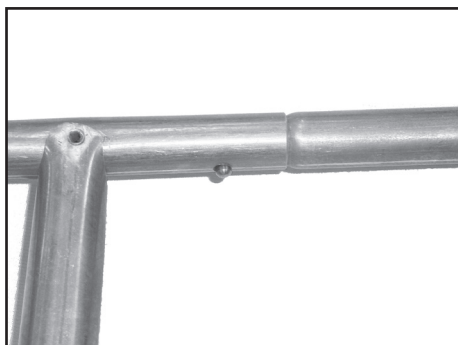
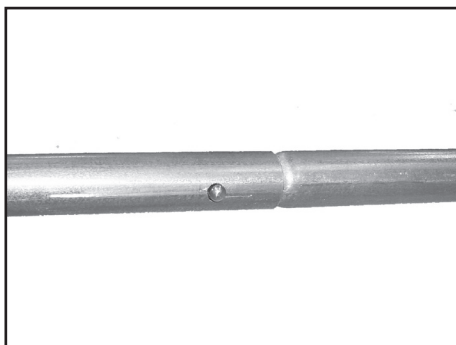

Рис.2 Соединение штевня и миделя
Рис.3 Соединение штевня и привальника
2. Соединить мидельвейс (2), два привальника краевых (3) и штевень (1), как показано на рис.2 и рис. 3.